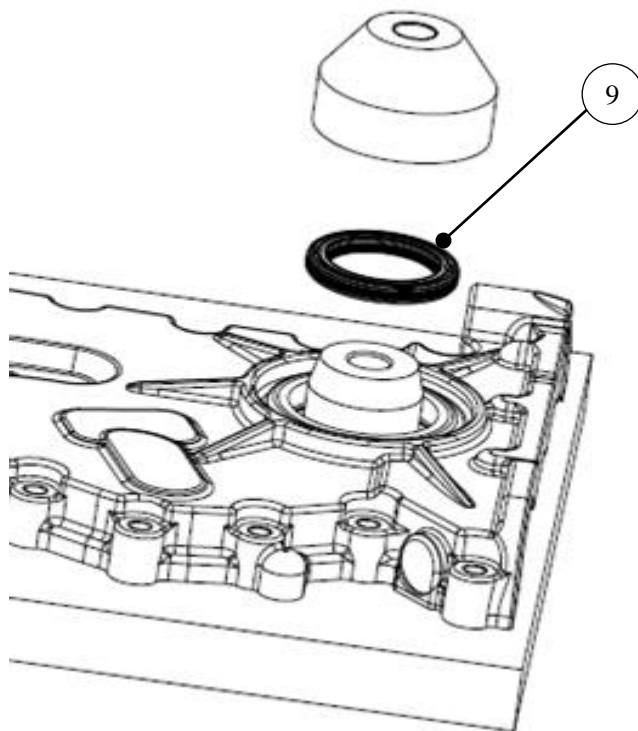

图 C-20 前油封的装配
- 4)、用前油封压装专用工具（参考图 C-26）将前油封总成压在油封座孔内，如图 C-20；